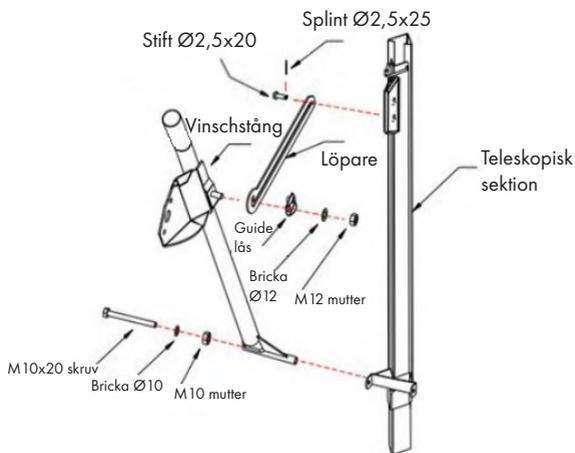

Bild 19
- Fäst vinschstången och löparen i varandra enligt fig. 19.